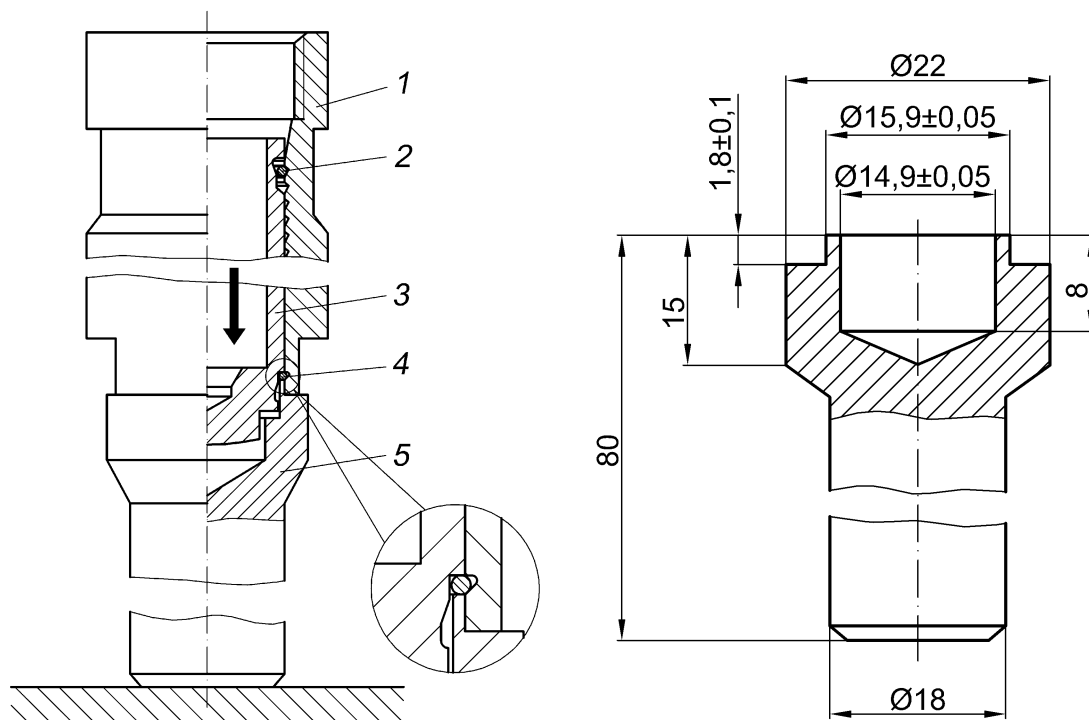

Рис.71. Сборка гидронатяжителя с помощью оправки:
- на закрепленную вертикально оправку 5 (рис.71) установить корпус гидронатяжителя 1;